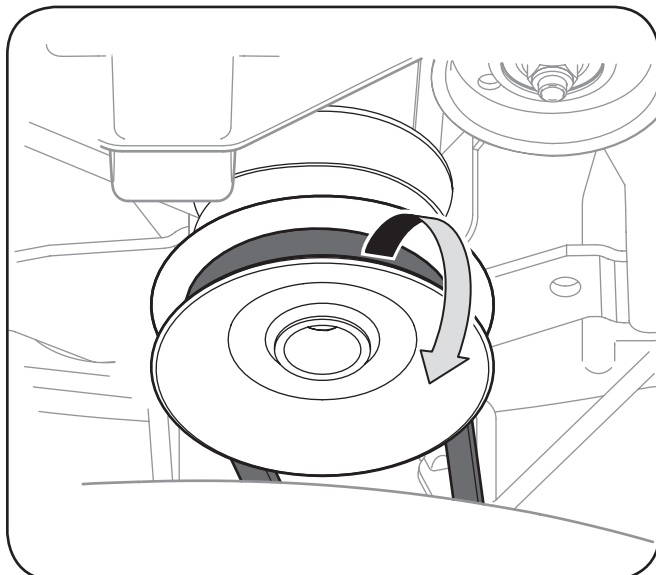

Figura 7-2
4. Extraiga la correa de alrededor de la polea de la PTO del tractor. Vea la Figura 7-2.
3. Extraiga la correa de la plataforma de alrededor de la polea transmisión de la PTO, como se indica en la Figura 7-2. Simplemente haga rodar un lado de la correa para que salga de la polea y luego debe seguir sacándola todo alrededor de la polea hasta que la correa quede fuera de la polea.
8. Pase la correa de la plataforma a través de la ménsula de la varilla guardacorrea y colóquela alrededor y sobre la polea de transmisión de la PTO, como se indica en la Figura 7-2.